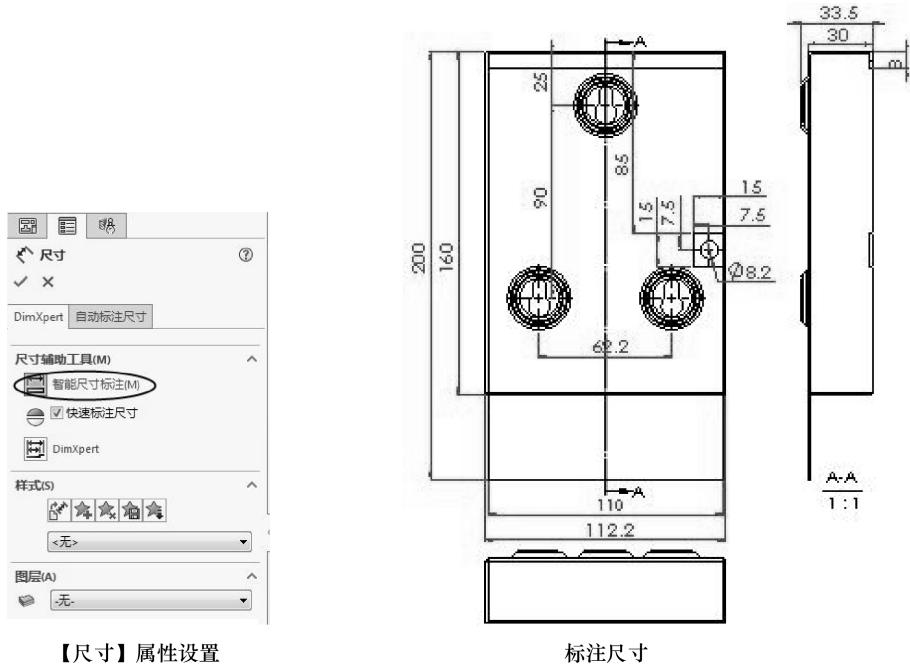

图 10-62 标注工程图尺寸
- 13 利用智能尺寸标注基本尺寸。单击【注解】选项卡中【智能尺寸】按钮，在【智能尺寸】属性面板中设定选项，标注工程图尺寸，如图 10-62 所示。